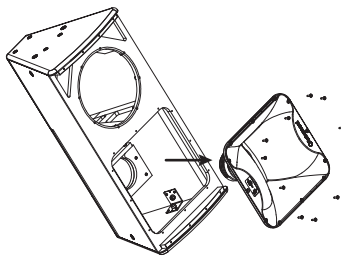

Fig. 4
5. Ta bort hornfästskruvarna som håller fast hornet i höljet och lyft ut horn- och kompressionsdrivaggregatet (fig 4). (Om det behövs för service eller byte, koppla bort kablarna från kompressionsdrivrutinen och notera polariteten för senare återanslutning.)
11. Sätt tillbaka hornfästskruvarna och dra åt för att fästa hornet i höljet (fig 4).